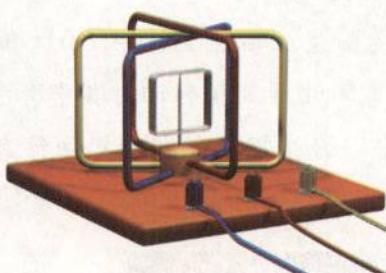

图 4.7-9 这样配置的线圈，连接到三相电源时能产生旋转的磁场。
交流感应电动机就是利用电磁驱动的原理工作的。按图4.7-9配置的三个线圈连接到三相电源①上，就能在线圈中间产生特殊的磁场。这个磁场就像图4.7-8中旋转的蹄形磁铁的磁场一样。于是，磁场中的导线框也就随着转动。